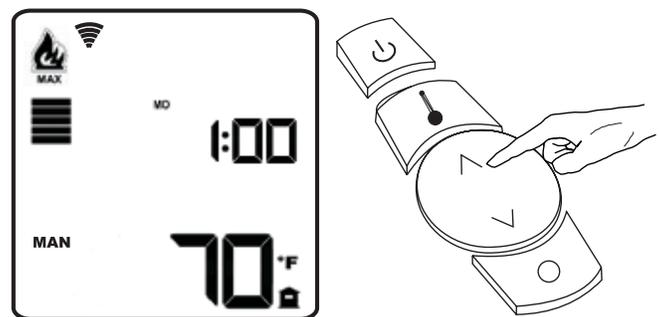

Figure 11
- Utiliser le bouton de réglage de la télécommande pour régler l'appareil au niveau de chaleur souhaité. **Voir Figure 11.**